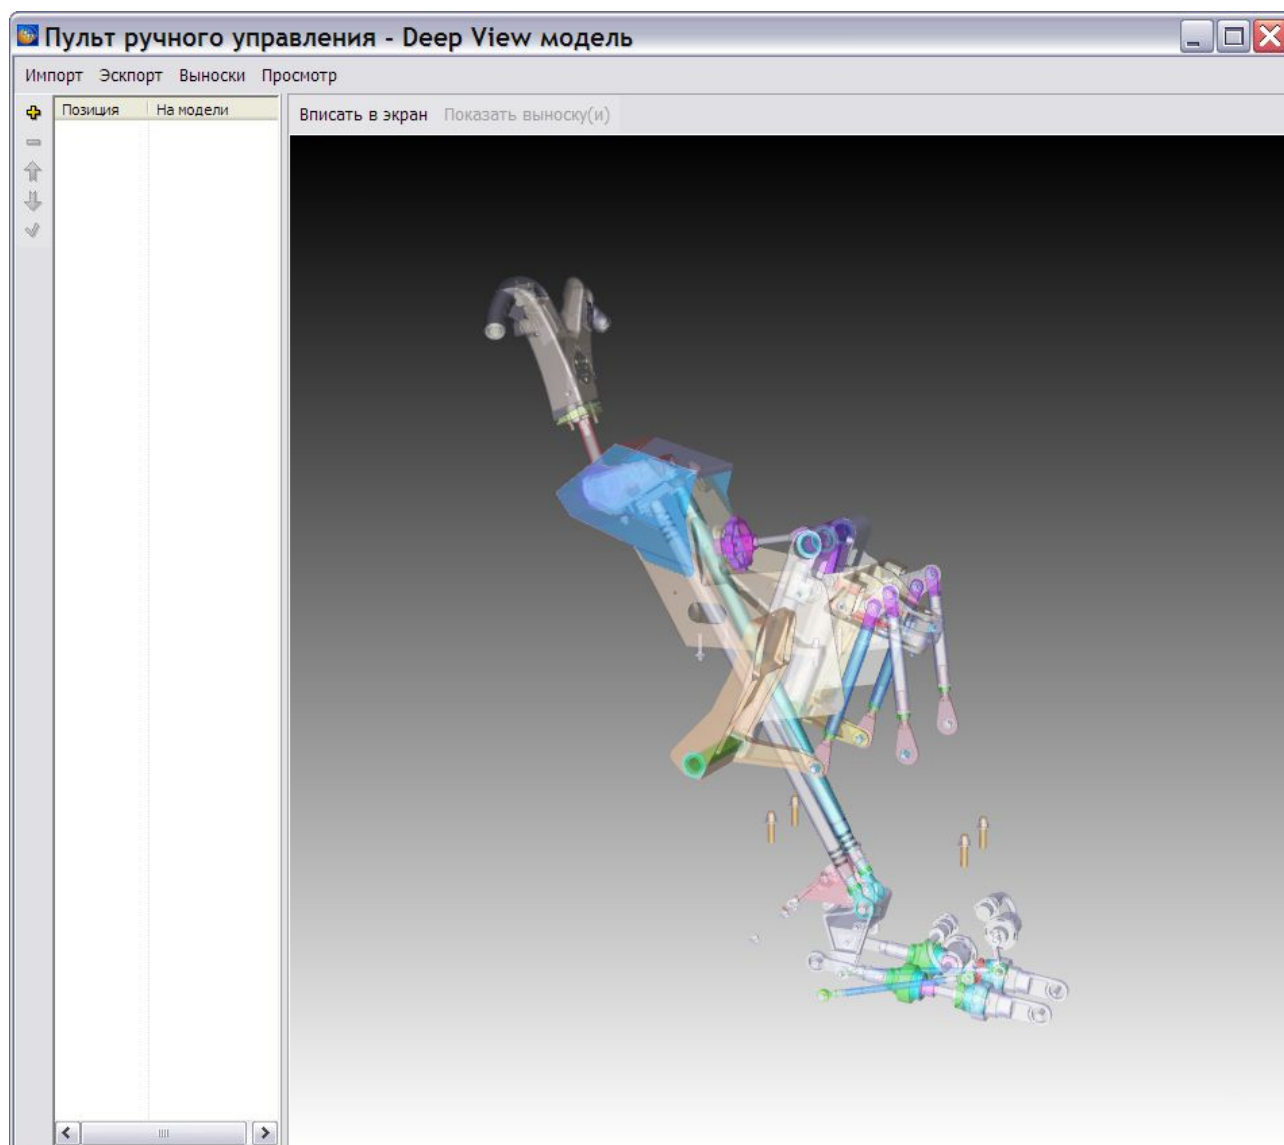

Рис. 4.57
6. В открывшемся окне **Импортировать модель из файла** выберите файл формата «gh» и нажмите на кнопку **Открыть**. После этого произойдет возврат в окно редактора Deep View моделей, в правом окне редактора появится вставленная модель (Рис. 4.57).